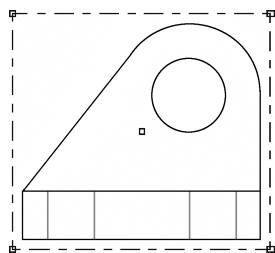

图 10-83 取消锁定视图移动的状态
(11) 在图形区按下鼠标右键，弹出快捷菜单，发现其中的【锁定视图移动】选项前面有一“√”，表明视图移动被锁定。选择【锁定视图移动】选项，其前的“√”不再显示，表明视图可以移动，此时图形区选中的视图显示为如图 10-83 所示的状态。
(12) 使用鼠标左键将主视图拖动到合适的位置，松开鼠标左键。
(13) 选中主视图，在【模型视图】选项组中【投影】按钮，消息区提示“选取绘制视图的中心点”，在主视图右方单击，拾取左视图中心点，图形区出现左视图。